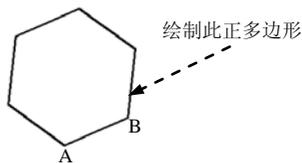

图 2.2.9 用“边”绘制正多边形
Step1. 选择下拉菜单 **绘图 (U)** → **多边形 (P)** 命令。
Step3. 在命令行中输入字母 E (选择边(E)选项) 后, 按 Enter 键。分别指定边的第一端点 A 和第二端点 B, 此时系统便通过“AB 边”绘制出图 2.2.9 所示的正六边形。